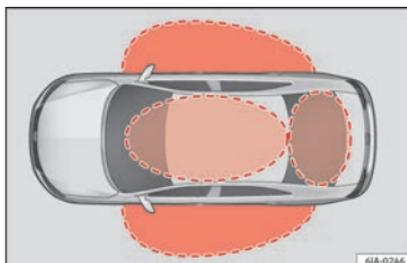

Fig. 122 Sistema di chiusura e avviamento senza chiave Keyless Access: zone vicine.
Keyless Access è un sistema di chiusura e avviamento senza chiave con il quale è possibile sbloccare e bloccare il veicolo senza utilizzare attivamente la chiave dello stesso. A tal fine, è sufficiente tenere una chiave valida in una zona vicina » **fig. 122** al veicolo e toccare una delle superfici sensibili delle maniglie delle porte » **fig. 123**.
In presenza di una chiave valida in una delle zone prossime » **fig. 122**, il sistema di chiusura e avviamento senza chiave Keyless
►► fig. 122 si trova una chiave del veicolo valida.